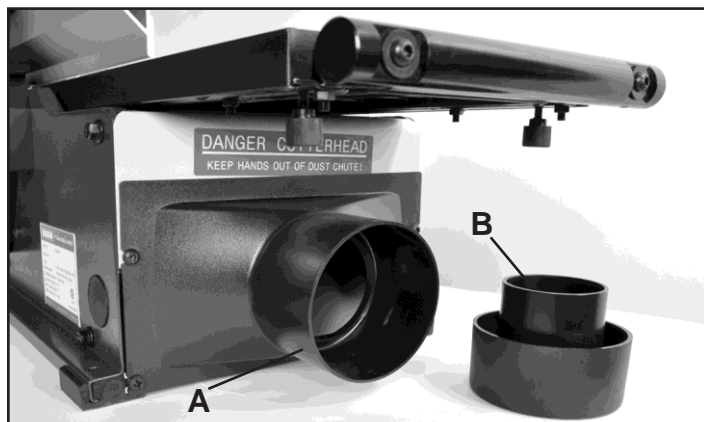

FIG. 9
Le port de poussière principal (A) est préassemblé en usine avec un raccord de 4 pouces de diamètre extérieur.. En outre, un adaptateur à vide (B) est fourni pour réduire à 2-1/2 pouces (Diamètre extérieur) ou 2-1/4 pouces (Diamètre intérieur) tailles de tuyau. FIG. 9.